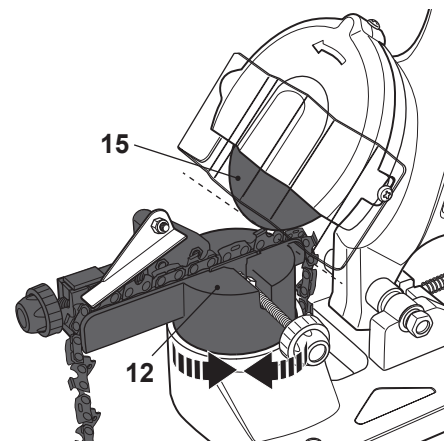

Fig. 5
- > Rode o torno (12) para a direita ou para a esquerda para se ajustar ao ângulo da corrente de serra (Fig. 5). Em caso de dúvidas, consulte o fabricante da corrente de serra. O torno (12) bloqueia em intervalos de 15 graus (desde 0 a 30 graus em ambas as direções).